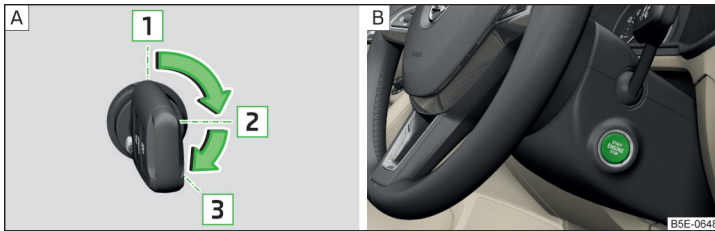

Abb. 240 Positionen des Fahrzeugschlüssels im Zündschloss / Starterknopf
Positionen des Fahrzeugschlüssels im Zündschloss » Abb. 240 - [A]
› Den Knopf drücken » Abb. 240 - [B], die Zündung wird ein-/ausgeschaltet.
- › Bei Fahrzeugen mit **Zündschloss** den Schlüssel in die Position **3** drehen » Abb. 240 auf Seite 211 - [A], es erfolgt der Startvorgang. Dann den Schlüssel loslassen, der Motor springt automatisch an.
- › Bei Fahrzeugen mit **Starterknopf** den Knopf kurz drücken » Abb. 240 auf Seite 211 - [B], der Motor springt automatisch an.
- › Bei Fahrzeugen mit **Zündschloss** den Schlüssel in die Position **1** drehen » Abb. 240 auf Seite 211 - [A].
- › Bei Fahrzeugen mit **Starterknopf** den Knopf drücken » Abb. 240 auf Seite 211 - [B], der Motor und die Zündung werden gleichzeitig ausgeschaltet.
► Den Knopf gedrückt halten » **Abb. 240 auf Seite 211** - **[B]** oder zweimal innerhalb von 1 Sekunde drücken.